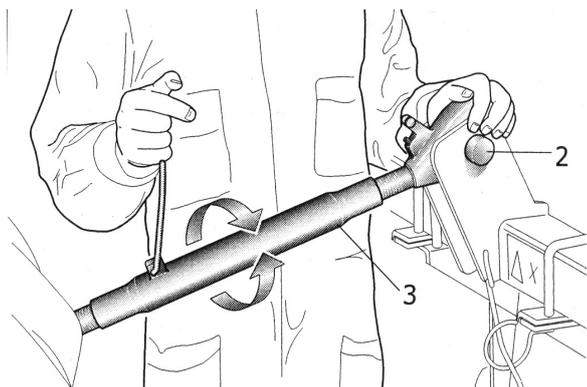
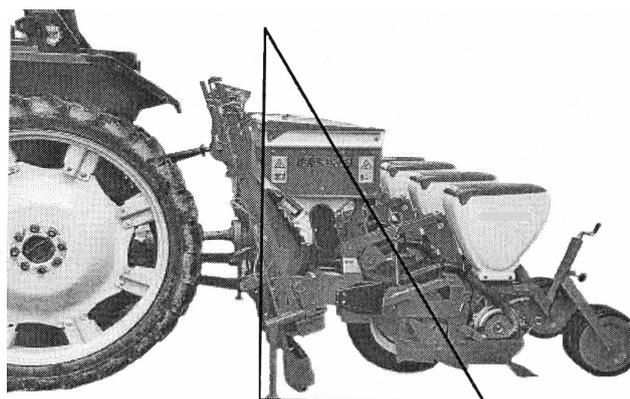

Рис.5
Рис.6
3.Соедините центральный винт с третьей верхней точкой поз.2(Рис. 5). Заблокируйте ось 2 (Рис.5) пружинным фиксатором.
Внимание. Сеялку установите на ровную площадку перпендикулярно (Рис. 6) при помощи центрального винта 3 (Рис. 5.) При не соблюдении данного условия будет нарушаться глубина заделки семян и удобрений, а так же износ и выход из строя некоторых узлов и деталей.
При установке необходимо контролировать, чтобы фиксатор шлицевого соединения на кардане совпал с пазом на ВОМ и на валу сеялки. После установки карданного вала необходимо убедиться в том, что его защитный кожух вращается свободно. После чего зафиксируйте его, перекинув через центральный винт (поз.3 Рис.5) цепь кожуха.